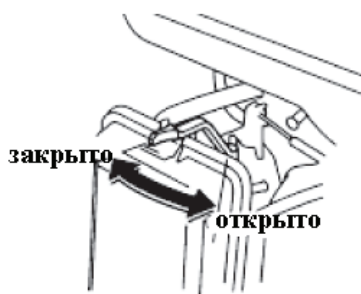

Рис.7. Положение рычага воздушной заслонки
7.4.3. Закрыть воздушную заслонку карбюратора, переведя рычаг воздушной заслонки в крайнее левое положение «закрыто», см. рис.7.